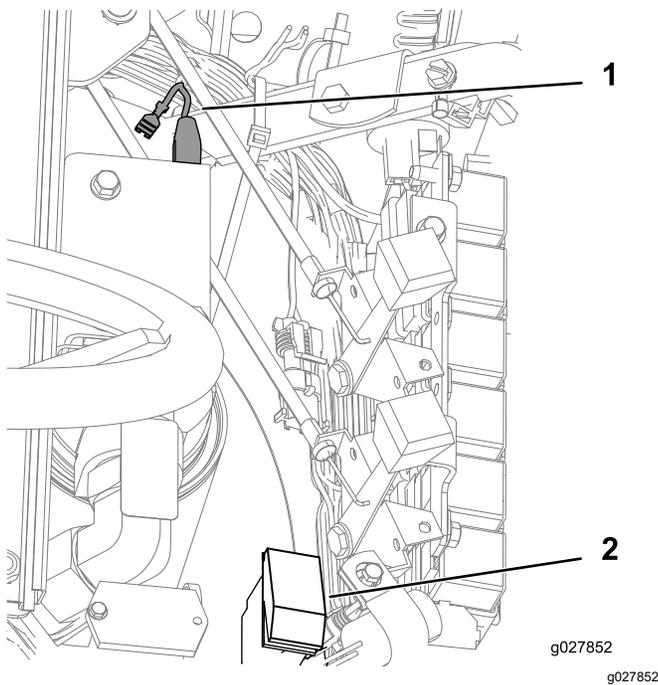

Figura 6
1. Enrute el arnés del kit de luces desde los conjuntos de luces del ROPS hasta los terminales del kit de luces (J13 y J14) del arnés de la máquina, situados detrás del asiento (Figura 6).